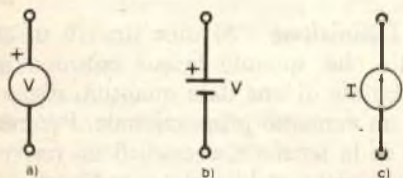

Fig. 2
A) Definizione - (1) Sorgente ideale di tensione è quella la cui tensione, V , è costante qualunque sia la corrente che fornisce. (2) Sorgente ideale di corrente è quella la cui corrente, I , è costante qualunque sia la tensione ai capi dell'elemento cui fornisce corrente.
B) Simboli - Nella fig. 2 sono riportati i simboli di sorgenti ideali di tensione e di corrente.